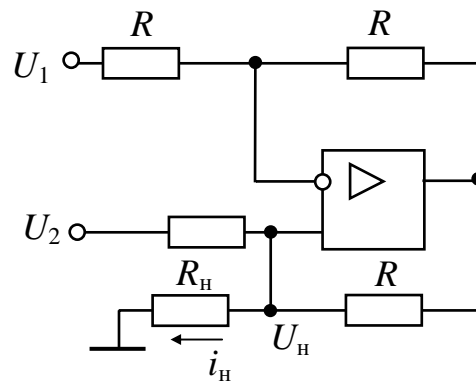

Рис. 1 – Усилитель с токовым выходом
1. Собрать устройство, показанное на рис. 1, полагая  $U_2 = (5 + N)$  В,  $U_1 = (U_2 - 3)$  В,  $R = 10$  кОм,  $R_H = 1$  кОм. Вариант задания  $N = 0-9$  задает преподаватель. Убедиться, что ток в нагрузке равен  $i_H = \frac{U_2 - U_1}{R}$ . Изменяя  $R_H$  в диапазоне до 5 кОм, убедиться, что ток  $i_H$  не зависит от сопротивления нагрузки. При какой величине  $R_H$  напряжение на выходе ОУ достигает уровня положительного ограничения? Назвать типы обратных связей, используемых в устройстве.